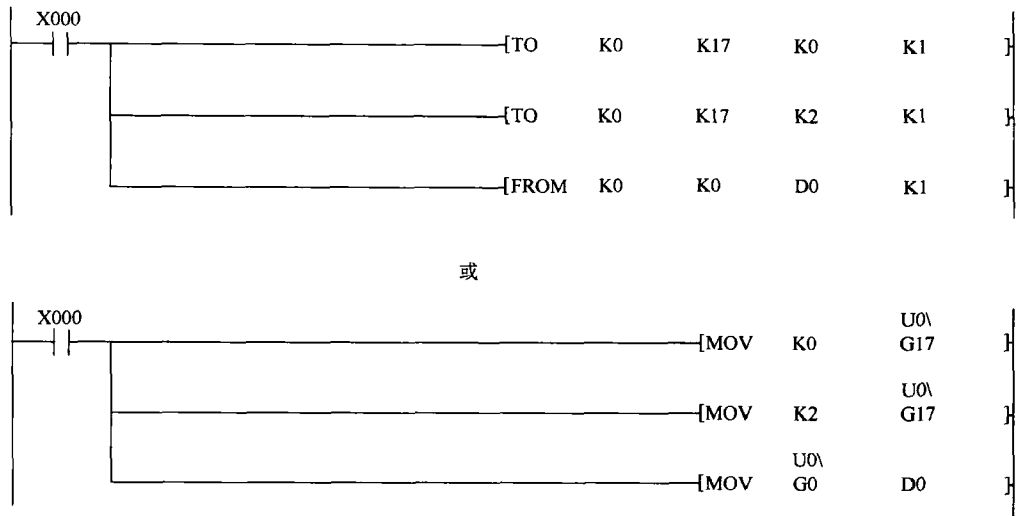

图 5-2 FX_{0N}—3A 的 A/D 通道的偏移/增益调整程序
FX_{0N}—3A 的 A/D 通道的偏移/增益程序如图 5-2 所示。
(1) 输入偏移校准 运行图 5-2 所示的程序, 使 X000 为 ON, 在模拟量输入 CH1 通道输入表 5-3 所示的模拟电压/电流信号, 调整其 A/D 的 OFFSET 电位器, 使读入 D0 的值为 1。顺时针调整为数字量增加, 逆时针调整为数字量减小。
(2) 输入增益校准 运行图 5-2 所示的程序, 并使 X000 为 ON, 在模拟量输入 CH1 通道输入表 5-4 所示的模拟电压/电流, 调整其 A/D 的 GAIN 电位器, 使读入 D0 的值为 250。